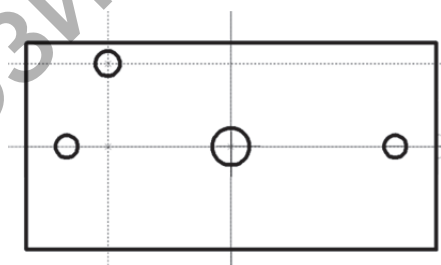

Рисунок 7.4
4. Отметьте правой кнопкой мыши верхнюю грань полученной модели и в появившемся контекстном меню выберите команду «Чертить на грани». Выберите команду «Построение→Прямая» или щёлкните на кнопке «Создать две перпендикулярные прямые и узел» и зафиксируйте положение узла в начале координат. Завершите выполнение команды щелчком на кнопке «Выход из команды» в автоменю. Постройте две параллельные относительно осей прямые, используя оси как элементы привязки. Укажите значение смещение в окне свойств: для горизонтальной линии — **10,0 мм**, для вертикальной — **15,0 мм**. Затем перейдите в режим создания изображения и постройте окружность диаметром **2,0 мм** (рис. 7.4).